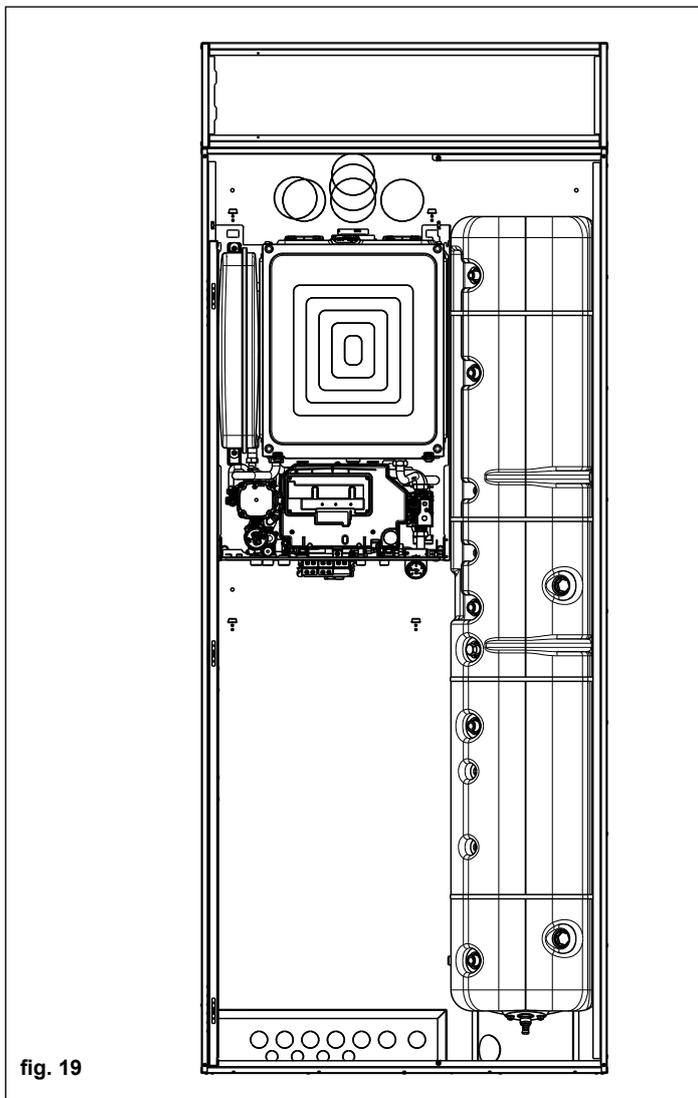

fig. 19
- Posizionare il bollitore (fig. 18) facendo in modo che i ganci del box da incasso si innestino correttamente nel bollitore stesso, ed avendo cura che il piede del bollitore appoggi sul fondo dell'armadio da incasso (fig. 19).